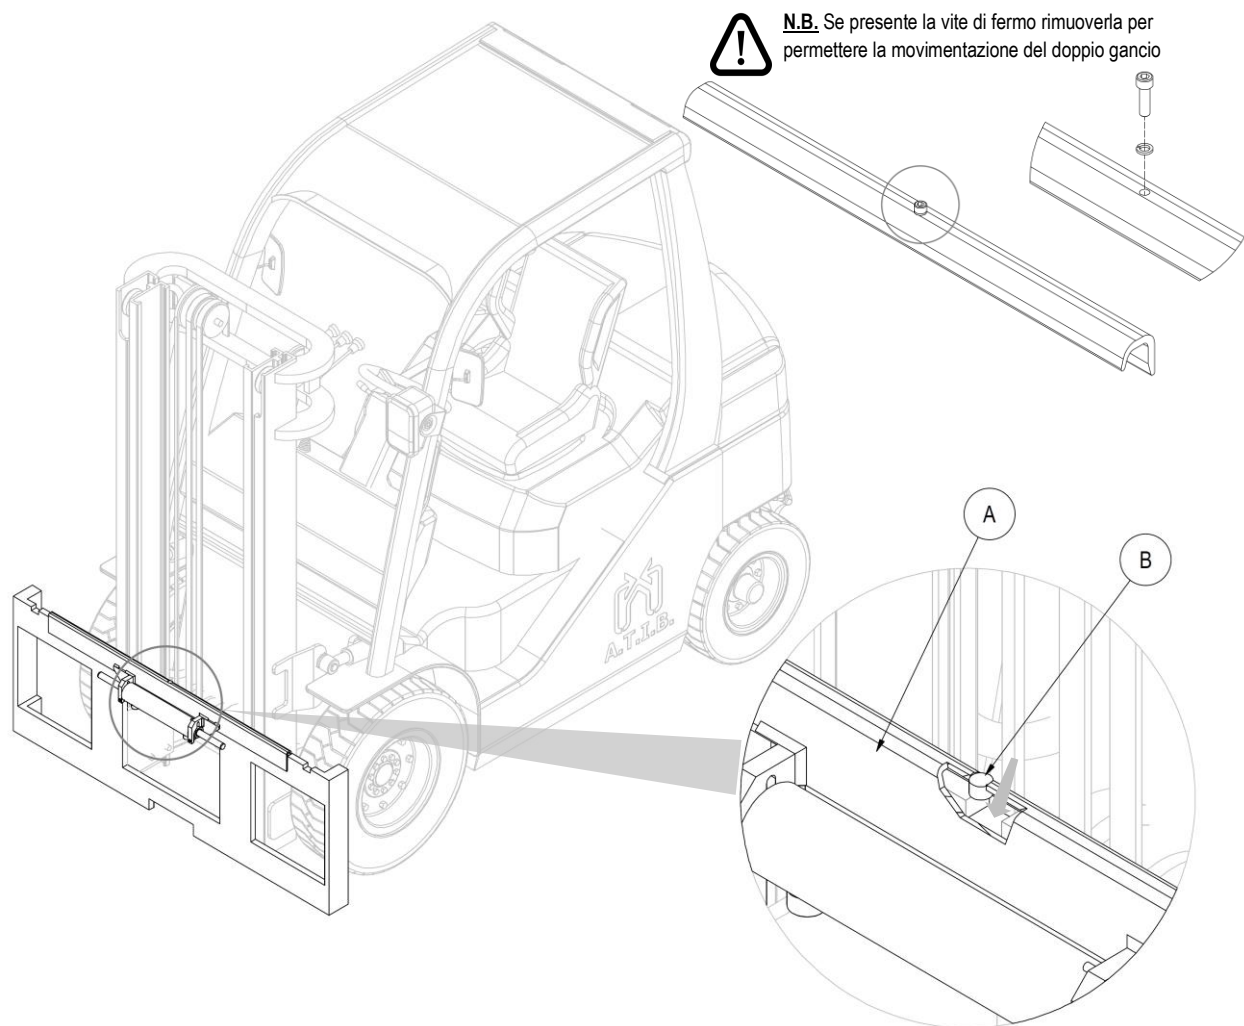

Figura 2
4. Prendere il doppio gancio **A** (con il relativo cilindro) e posizionarlo sul profilo superiore della piastra porta forche, avendo cura di incastrare il perno di centraggio **B** nella tacca centrale della stessa (vedi *Figura 2*).